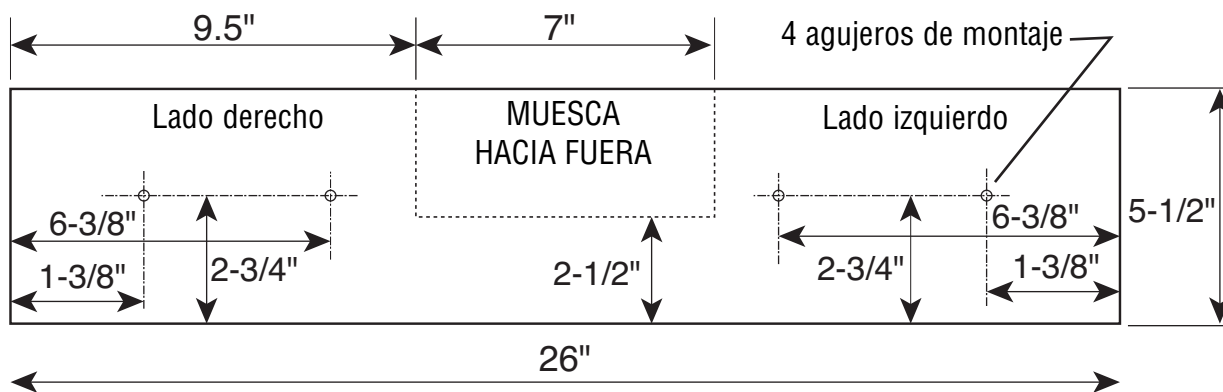

Figura 37. Tope-guía auxiliar alto de madera, $\frac{3}{4}$ de pulgada de grosor
1. Utilice un pedazo de madera de $\frac{3}{4}$ de pulgada de grosor (se prefiere madera contrachapada) para cortar un tope-guía auxiliar basándose en las dimensiones mostradas en la Figura 37.